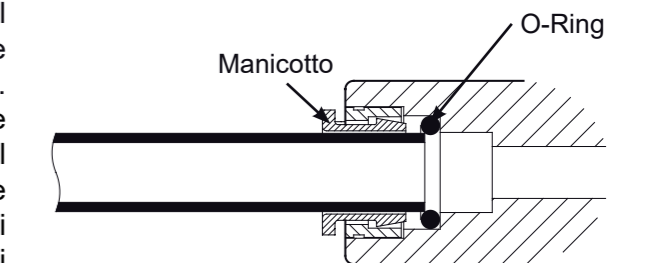
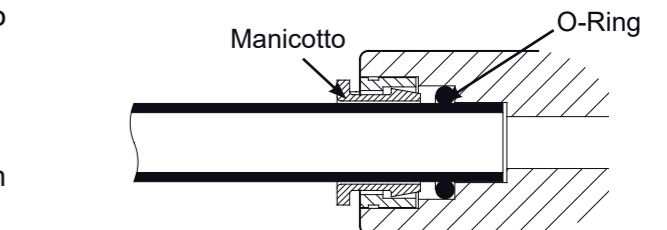
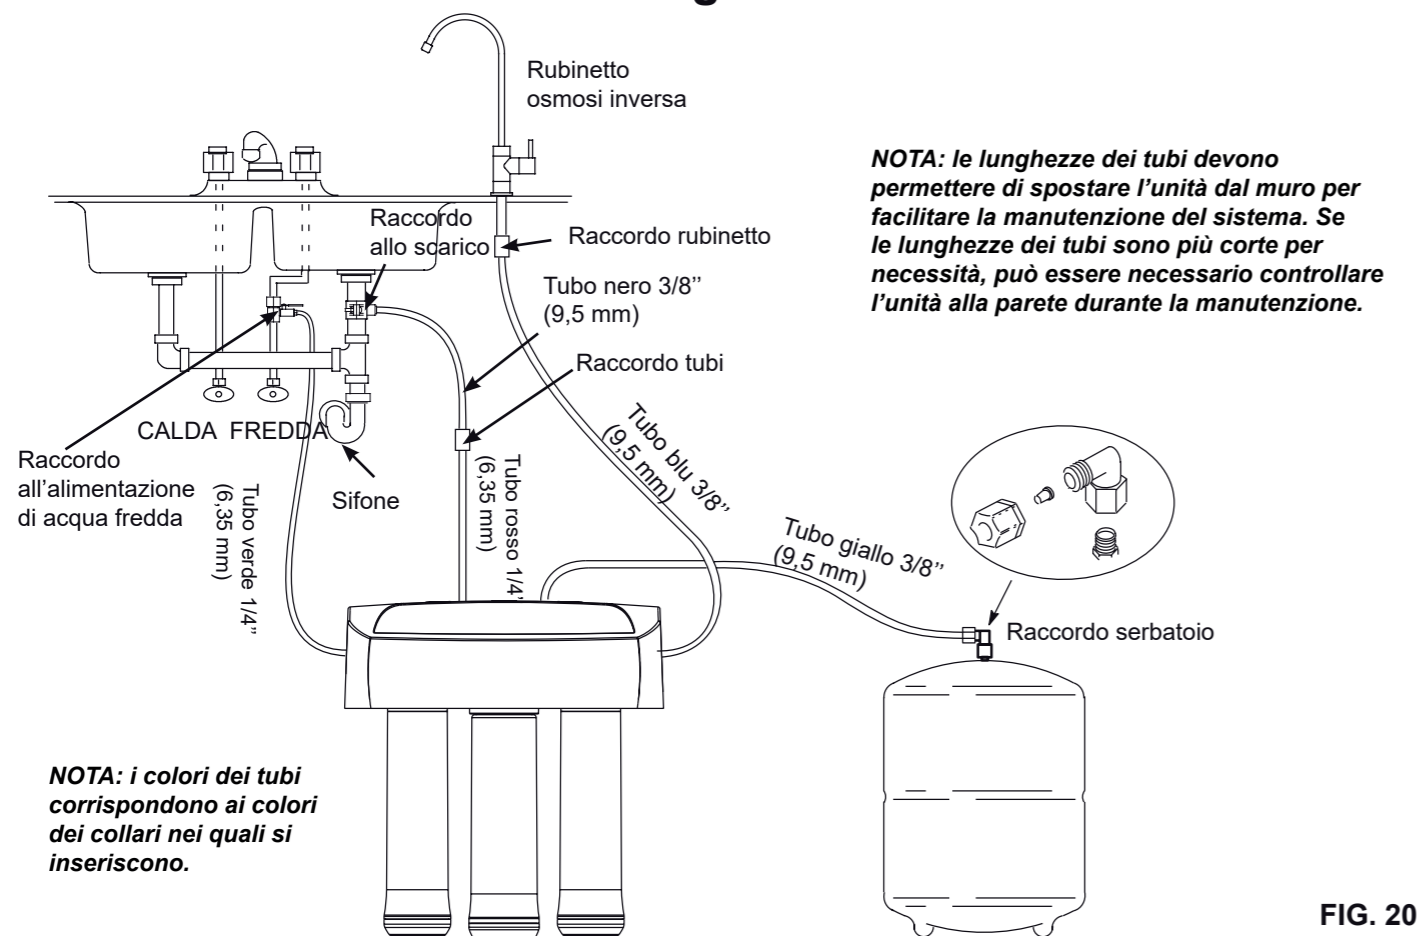

FIG. 16
FIG. 17
FIG. 20
1. Spingete il tubo nel manicotto fino a farlo penetrare nell'O-ring. Continuate a esercitare pressione finché le estremità dei tubi appoggiano contro il bordo del raccordo. L'errore frequente è smettere di spingere quando il tubo penetra nell'O-ring. Vedi Fig. 17. Quando il tubo di 1/4" (6.35 mm) è completamente inserito, 1.7 cm di tubo sono entrati all'interno del raccordo. Quando un tubo di 3/8" (9.5 mm) è completamente inserito, 1.9 cm di tubo sono entrati all'interno del raccordo. Potete creare dei segni sui tubi con l'aiuto dello scotch o di un pennarello Cfr. Fig. 16 & 17.
2. Collegate un'estremità del tubo verde al raccordo di alimentazione dell'acqua sul tubo dell'acqua fredda. Cfr. Fig. 20
7. Inserite correttamente il tubo all'interno del colletto. Cfr. Figs. 16 & 17.
2. Collegate un'estremità del tubo blu al connettore del rubinetto dell'osmosi. Vedere la Fig. 20.
4. Inserite ben in profondità all'interno del raccordo del rubinetto. È un raccordo a pressione. Cfr. Fig. 16 & 17.
7. Inserite correttamente all'interno del colletto. Cfr. Figs. 16 & 17.
2. Tirate l'altra estremità del tubo rosso verso un punto tra il raccordo di scarico e l'unità di osmosi inversa. Cfr. Fig. 20.
4. Inserite fino in fondo il tubo nel raccordo a pressione (1/4") (Fig. 20). Cfr. Fig. 16 & 17.
6. Tagliate una delle estremità del tubo ad angolo retto ed inseritela nel raccordo a pressione, nell'attacco da 3/8" spingendola fino in fondo. Cfr. Fig. 16 & 17.
7. Collegate l'altra estremità del tubo nero verso il raccordo di scarico (Fig. 20). Accorciate il tubo per collegarlo allo scarico nel modo più diretto possibile. Il tubo non deve arricciarsi o essere schiacciato.
8. Collegate il raccordo allo scarico. Cfr. Fig. 16 & 17.
2. Tirate l'altra estremità del tubo giallo verso il raccordo situato sul serbatoio. Cfr. Fig. 20.